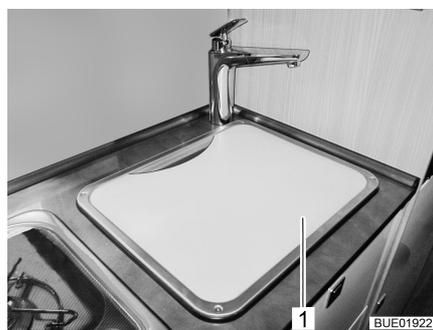

Bild 2 Spülenabdeckung
- ▶ Bei einem Unfall oder bei einer Notbremsung kann die Spülenabdeckung (Bild 2, 1) die Insassen des Fahrzeugs verletzen. Vor der Fahrt die Spülenabdeckung von der Spüle nehmen und sicher im Küchenblock oder im Kleiderschrank verstauen.